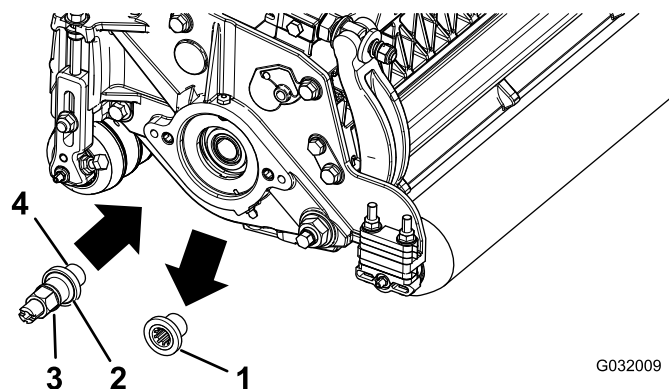

Figura 2
2. Retire y deseche el inserto roscado de la unidad de corte para la transmisión del cepillo del rodillo trasero (Figura 2).
4. Aplique fijador de roscas a las roscas del árbol de transmisión (Figura 2) e instale el árbol de transmisión de la derecha o de la izquierda, apretándolo a entre 115 y 128 N·m.